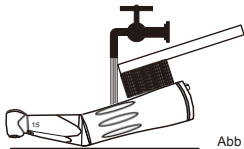

Abb. 18.4
- Schmutz und Rückstände vom Handstück entfernen und mit einem alkoholgetränkten Wattebausch abwischen. Keine Drahtbürste verwenden (Abb. 18.4)